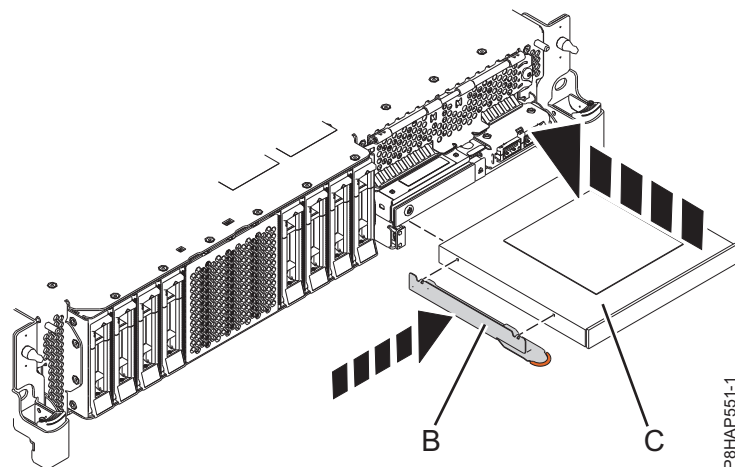
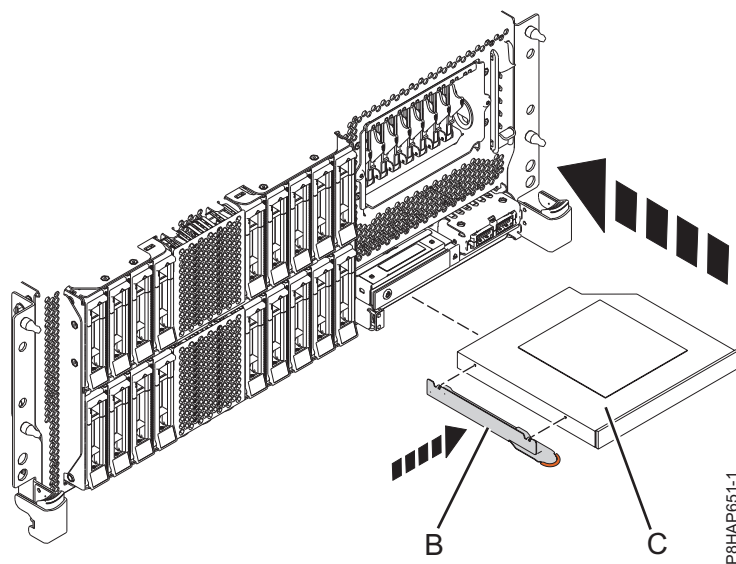
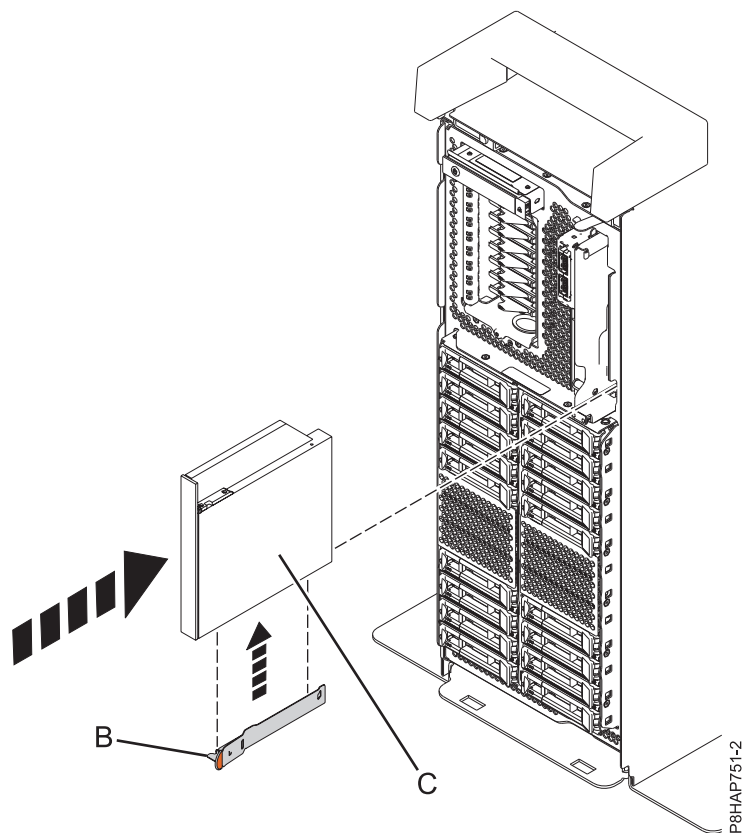

Figura 12. Instal·lació d'un dispositiu de suport d'emmagatzematge extraplà en un sistema 8284-21A o 8284-22A
Figura 13. Instal·lació d'un dispositiu de suport d'emmagatzematge extraplà en un sistema 8286-41A o 8286-42A muntat en bastidor
Figura 14. Instal·lació d'un dispositiu de suport d'emmagatzematge extraplà en un sistema autònom
5. Fixeu la peça de subjecció (**B**) al dispositiu de suport d'emmagatzematge extraplà nou, com es mostra a El model Figura 12 a la pàgina 17 per un sistema 8284-21A o 8284-22A, el model Figura 13 a la pàgina 17 per un sistema 8286-41A o 8286-42A muntat en bastidor o el model Figura 14 a la pàgina 18 per un sistema 8286-41A autònom.
6. Alineu el dispositiu de suport d'emmagatzematge extraplà (C) amb el compartiment de suports d'emmagatzematge i subjecteu el dispositiu per la part inferior mentre el desplaceu fins a la meitat del sistema.
Per un sistema 8284-21A o 8284-22A, consulteu Figura 12, per un sistema 8286-41A o 8286-42A muntat en bastidor, consulteu Figura 13 o per un sistema 8286-41A autònom, consulteu Figura 14 a la pàgina 18.